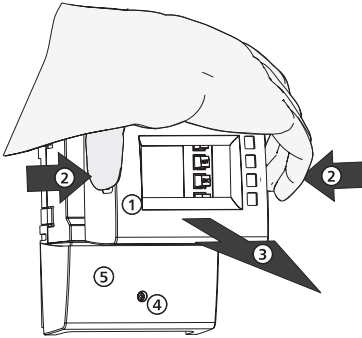

Abb. 1: Frontblende entfernen
- ▶ Frontblende ① an seitlichen Griffen ② fassen und nach vorne abziehen ③ (Abb. 1).
1. Schraube ④ lösen (Abb. 1).
2. Klemmenabdeckung ⑤ abnehmen.